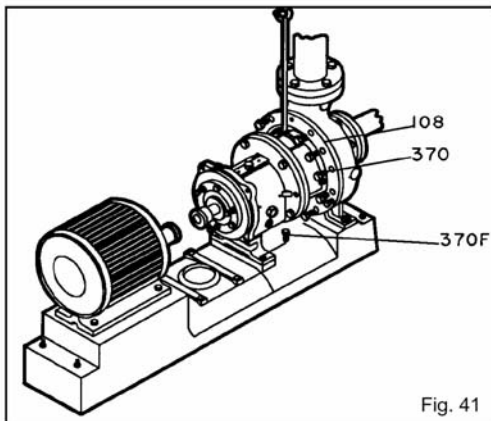

Fig. 41
8. Todos, excepto por el adaptador de cara C: Coloque la eslinga del montacargas a través del adaptador para el soporte (108) o del soporte (228A) para el modelo STO (Fig. 41).